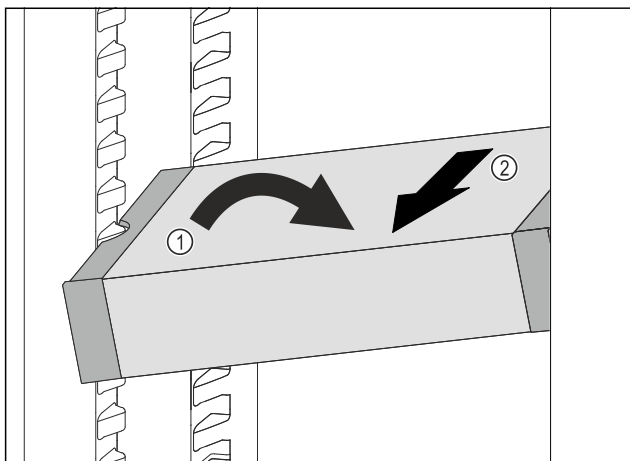

Fig. 129
- ▶ Ställ VarioSafe snett i kyldelen. Fig. 129 (1)
- ▶ Dra VarioSafe framåt för att ta ut den. Fig. 129 (2)